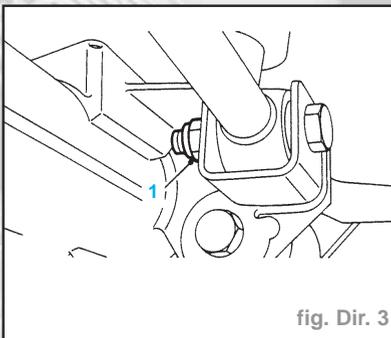

fig. Dir. 3
- Déposer le boulon de serrage (2) assurant la fixation du cardan d'arbre inférieur au boîtier de direction assistée.
- Desserrer sans le déposer l'écrou de fixation (1) de la barre de liaison au support (Fig. Dir. 3).